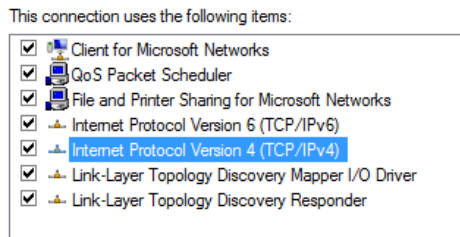

Abbildung 14 Dialogfeld Eigenschaften der LAN-Verbindung – Internetprotokollversion 4
- e Doppelklicken Sie in der Liste der Elemente unter **This connection uses the following items** (Diese Verbindung verwendet folgende Elemente) auf **Internet Protocol Version 4 (TCP/IPv4)** (Internetprotokoll Version 4 (TCP/IPv4)) (**Abbildung 14**).